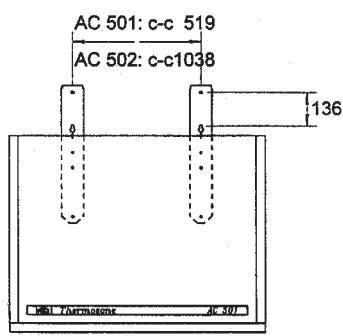

fig 3
- Montera upphångningskonsolerna på apparatens baksida (Fig.3).
1. Monter opphengene på apparatets bakside. (Fig 3.)